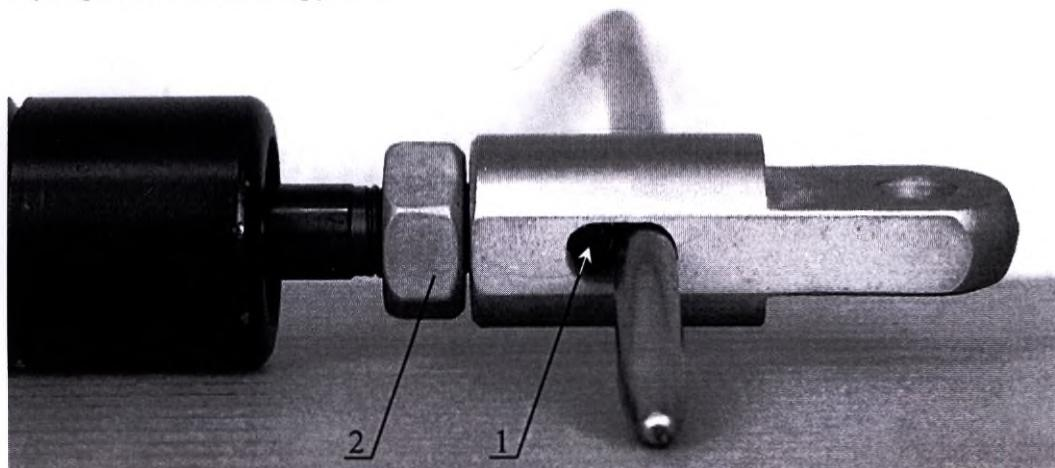

Рисунок 14. Регулировка газовых пружин.
12.5.2 Вставьте пруток $\varnothing 5$ в паз пружины (Рисунок 14) и вверните головку до соприкосновения с фиксатором пружины 1, затяните гайку 2.